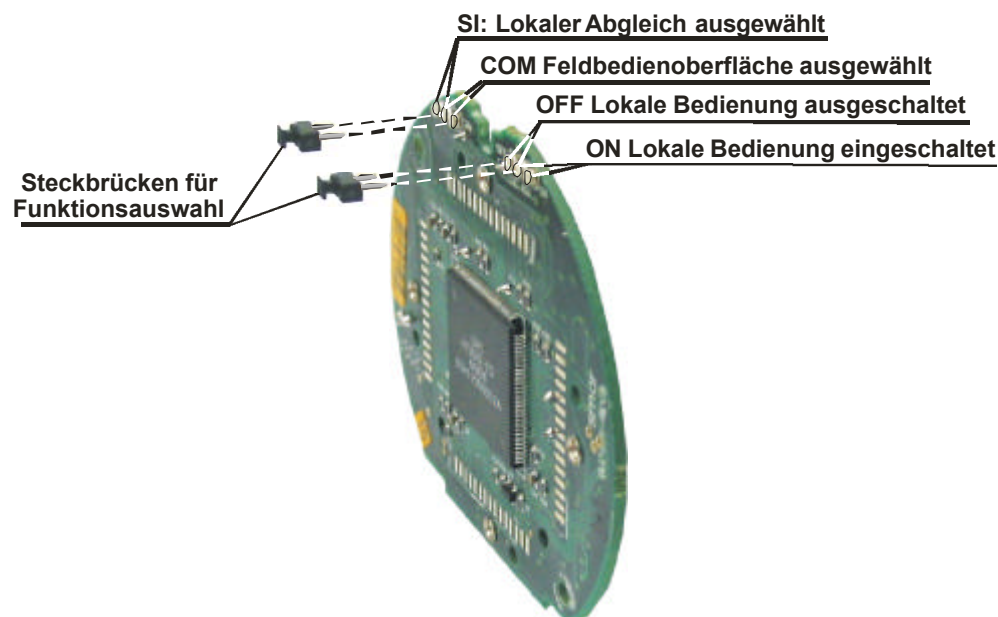

Abb. 4.1 – Hauptplatine mit Steckbrücken
- ✓ Führen Sie den Magnetstift in das mit Z gekennzeichnete Loch ein. (Siehe Abbildung 4.1)
- ✓ Führen Sie den Magnetstift in das mit S gekennzeichnete Loch ein. (Siehe Abbildung 4.1)